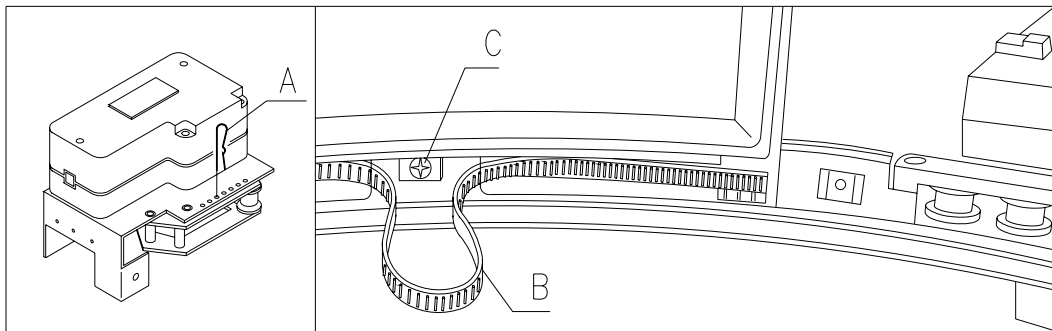
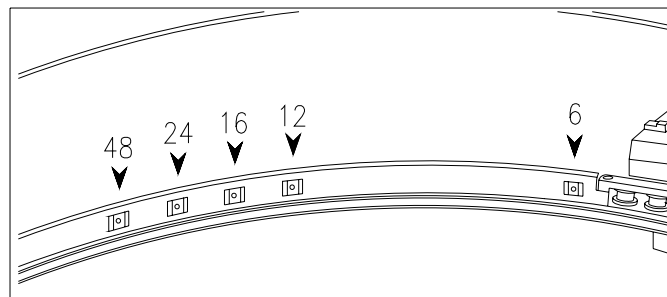

FIG. 12
FIG. 13
### 8.7 REGULACIÓN DE LA APERTURA DE LAS VENTANILLAS FIG. 12 - FIG. 13
6. La FIG. 13 muestra las posiciones relativas al tope en las varias configuraciones, 6-12-16-24-48 compartimientos.